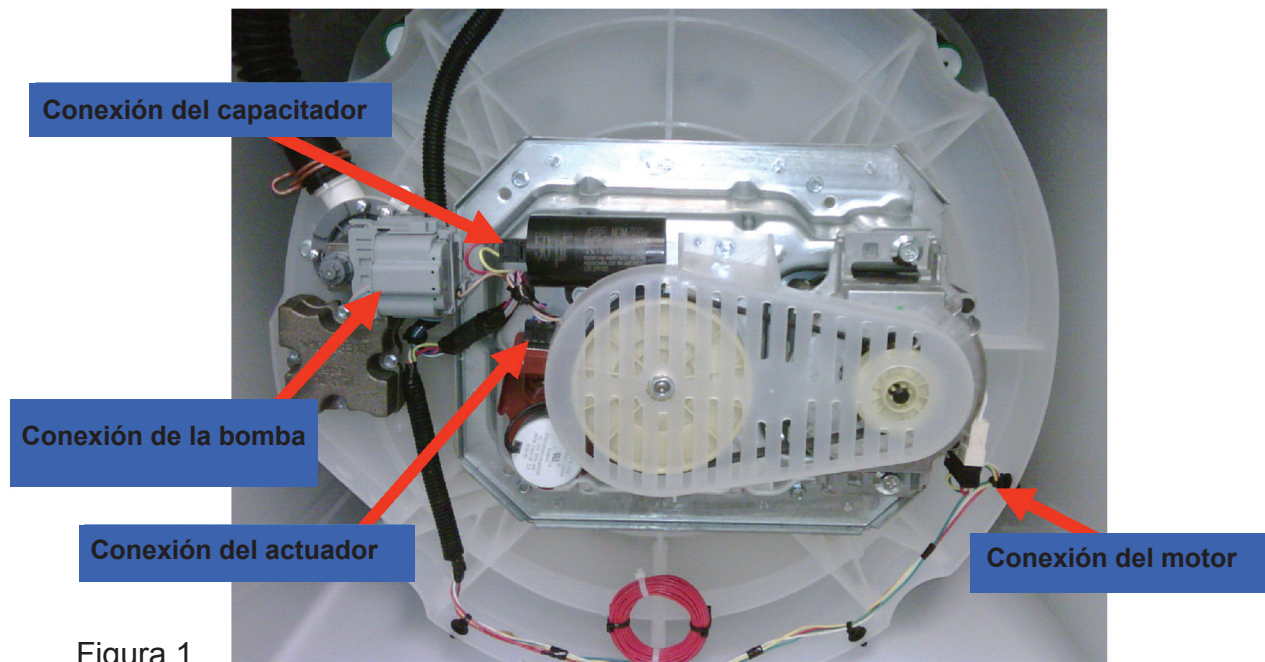

Figura 1
3. ANTES de continuar con el paso 2, revise las conexiones eléctricas en el motor, el capacitador y la bomba. Empuje por completo el conector dentro del alojamiento. (Figura 1 en la próxima página).